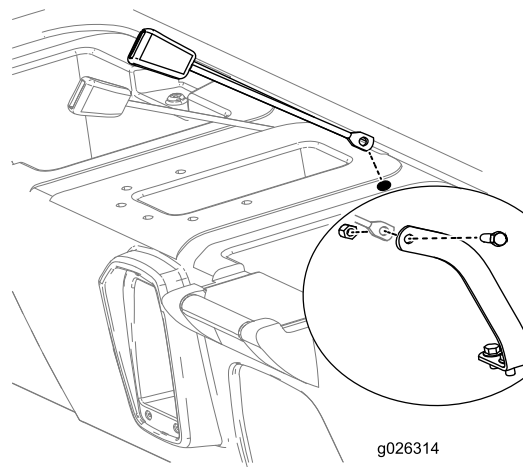

Figura 10
8. Inserite il lato di montaggio dell'estremità del ricevitore di ciascun gruppo di bloccaggio della cintura di sicurezza in 1 dei fori appena praticati nella base del sedile (Figura 10).
9. Montate l'estremità ricevente di ciascun gruppo della cintura di sicurezza su ciascun ancoraggio della cintura di sicurezza con un bullone (7/16") e un dado (7/16"), come illustrato in Figura 10.